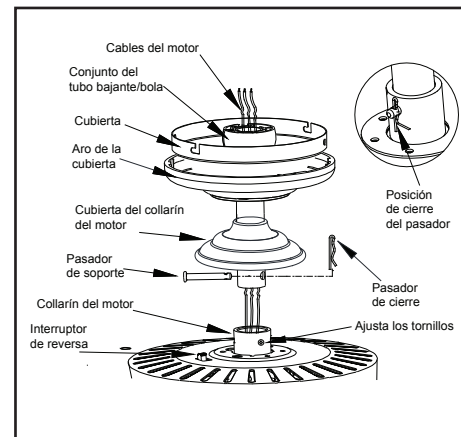

Figura 7
4. Inserta los cables que salen por la parte superior del motor del ventilador, a través de la cubierta decorativa del collarín del motor y enseguida por el aro de la cubierta. Asegúrate de que las ranuras queden en la parte superior. Inserta los cables a través de la cubierta y enseguida a través del conjunto del tubo bajante y bola. (Figura 7)
tubo bajante con los aquellos del collarín en la parte superior de la carcasa de motor. (Figura 7). Inserta con cuidado el pasador de soporte a través de los orificios del collarín y del tubo bajante. Ten cuidado de no apretar contra el cableado dentro del tubo bajante. Inserta el pasador de cierre en el orificio cercano al extremo del perno hasta que encaje en su posición, como se muestra en el círculo de la Figura 7.
Este ventilador se envía desde la fábrica con el interruptor de reversa en posición de hacer circular el aire hacia abajo. Si deseas encauzar el flujo de aire en sentido contrario, apaga el ventilador y espera a que las aspas se detengan; enseguida desliza el interruptor de reversa (ubicado en la caja de interruptores, consulta la Figura 7 de la página 4) hacia la dirección opuesta y a continuación vuelve a encender el ventilador. Las aspas del ventilador girarán en sentido contrario e invertirán la corriente de aire.